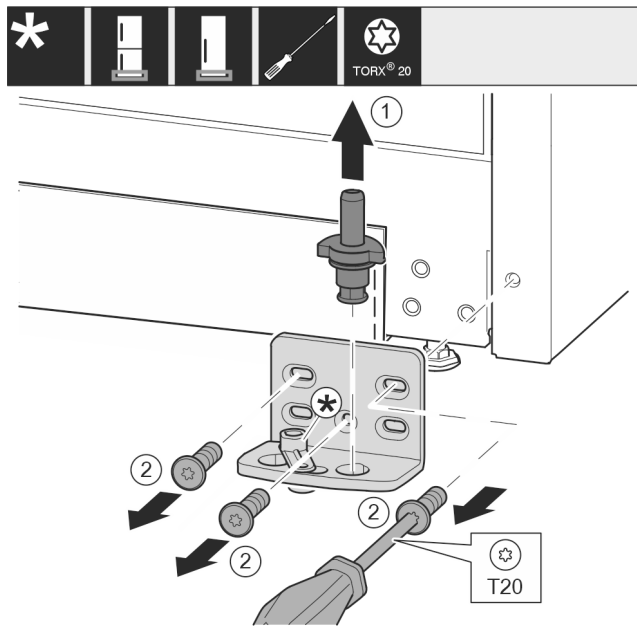

Fig. 15
- ▶ Τραβήξτε έξω ολόκληρο τον πείρο Fig. 15 (1) προς τα επάνω.
- ▶ Ξεβιδώστε τις βίδες Fig. 15 (2) με κατσαβίδι και αφαιρέστε το στήριγμα.